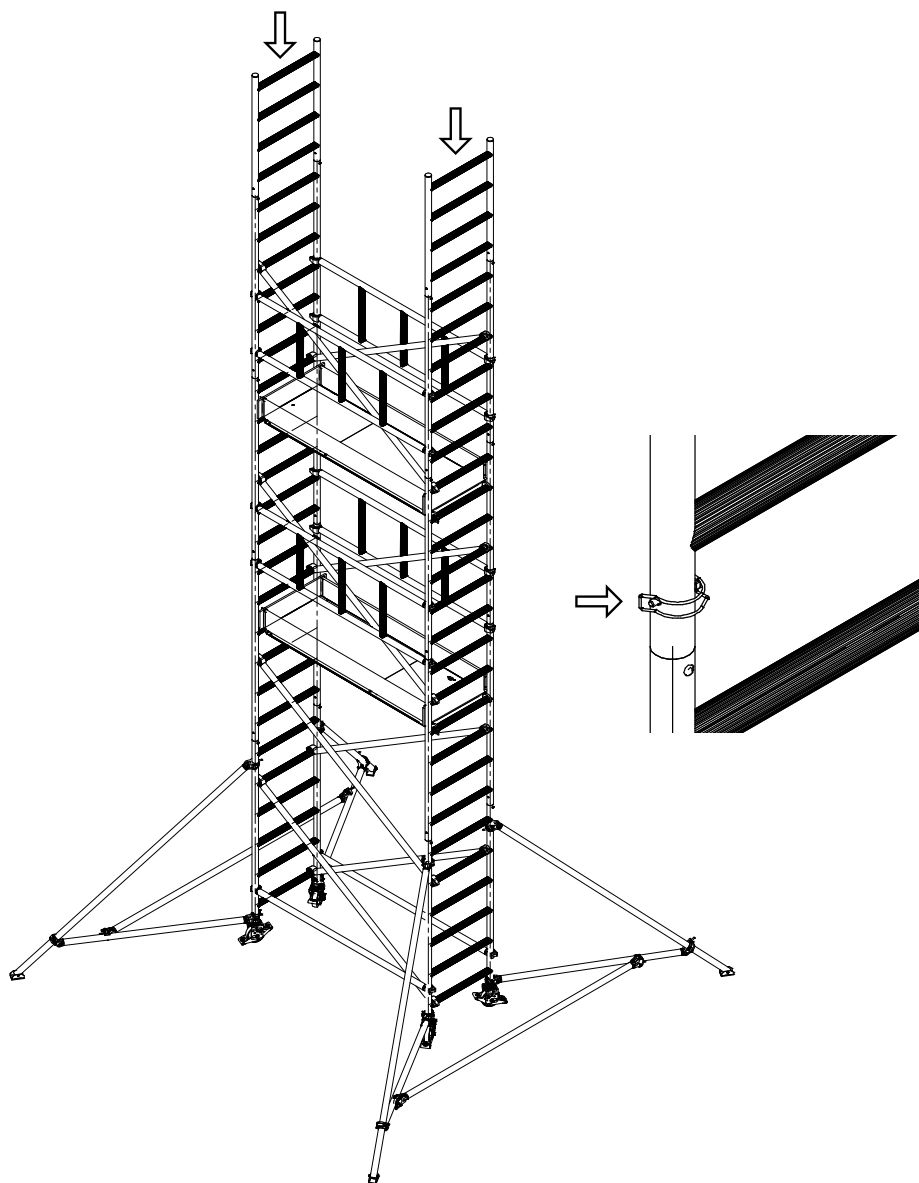

Rys. 70 Montaż krawężników poprzecznych
18. Następnie zamontować zestaw krawężników (Rys. 70 i Rys. 71). Należy montaż rozpocząć od krawężników poprzecznych, a następnie zamontować krawężniki wzdłużne.